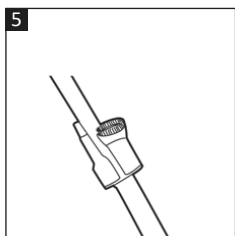

Рис. 5
- Держатель принадлежностей (3) можно закрепить на телескопической трубке (20), чтобы чистящие насадки были под рукой во время очистки (**Рис. 5**).
- Если трудно перемещать щетку для пола (18) по полу или ковру, вы также можете отрегулировать мощность всасывания с помощью регулятора мощности всасывания (8) на ручке всасывающего шланга (Рис. 5). Для регулировки сдвиньте переключатель вверх / вниз.